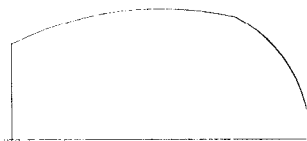

图 1-16 绘制轮廓线圆弧
③ 绘制中间的圆弧线：选择“绘图”→“圆弧”→“起点、终点、半径”命令绘制中间的圆弧，捕捉右边圆弧的上端点作为所绘中间圆弧的起点，捕捉垂直线的上端点作为所绘制中间圆弧的终点，输入半径值为 45，得到如图 1-16 所示的圆弧。